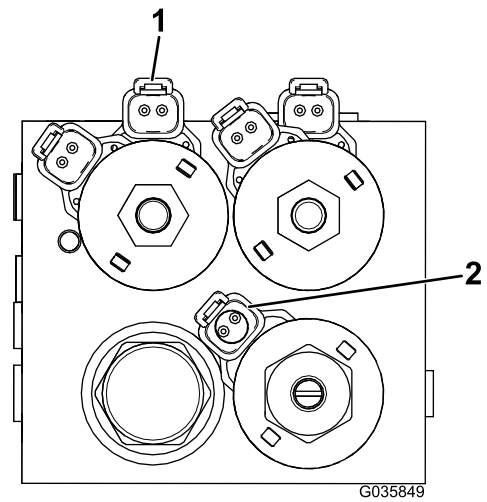

図 14
16. ワイヤハーネスについている油圧ブロック接続部を探し出して、油圧ブロックの対応箇所に接続する 図 14を参照。